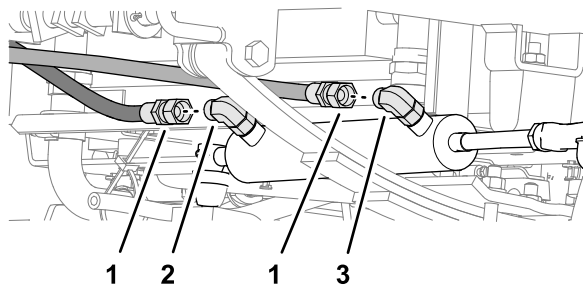

図 73
1. ステアリングシリンダーの拡張ポートと格納ポートのエルボ継手からステアリングシリンダーホースを外します (図 73)。